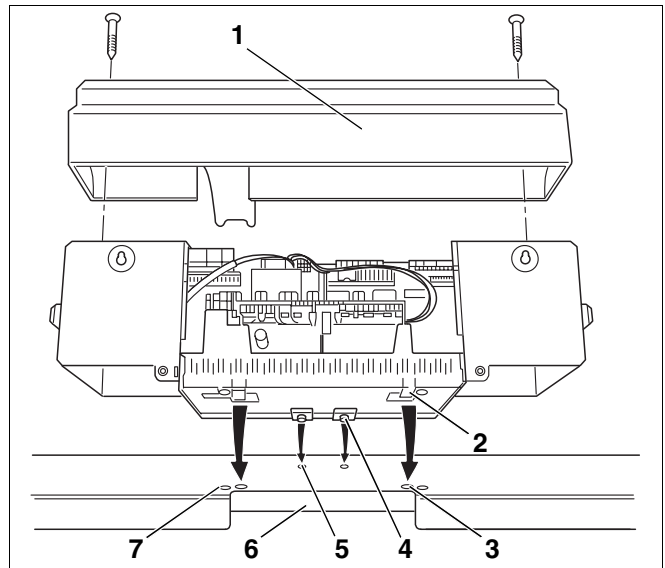

Fig. 48
På Fig. 48 er instrumentpanelet og den forreste skærm „A“ vist bagfra.
- Løsn de to skruer i bagstykket (Fig. 48, **pos. 1**). Løft bagstykket op og af.
- Sæt instrumentpanelet på. Sæt krogene foran på instrumentpanelet (Fig. 48, **pos. 4**) ind i de ovale huller på den forreste topplade (Fig. 48, **pos. 5**). Træk instrumentpanelet fremad, og vip det derefter bagud. De elastiske kroge (Fig. 48, **pos. 2**) skal gå i indgreb bagest i de firkantede åbninger på den forreste topplade (Fig. 48, **pos. 3**).
- Skru instrumentpanelets sokkel på den forreste topplade (Fig. 48, **pos. 6**) med to pladeskruer til venstre og højre for kabelgennemføringen (Fig. 48, **pos. 7**).
- Skru bagstykket (Fig. 48, **pos. 1**) på instrumentpanelets sokkel igen.